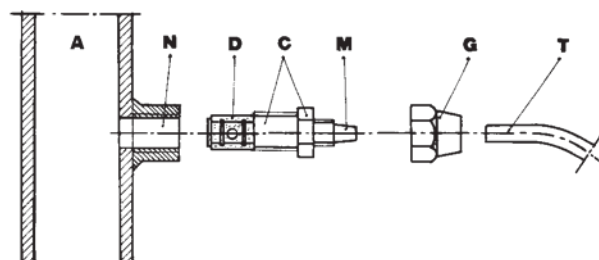

Fig. 9
G) Applicare sulla condotta dell'impianto da trattare, nel punto più idoneo per effettuare l'iniezione del prodotto da dosare, un raccordo da 3/8" gas femmina. Tale raccordo è escluso dalla fornitura. Avvitare la valvola di iniezione nel raccordo utilizzando come guarnizione del Teflon Fig. 9. Connettere il tubetto all'attacco conico per tubo di mandata e bloccarlo con l'apposita ghiera G. La valvola di iniezione è anche valvola di non ritorno.